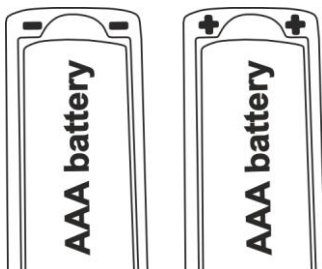

Fig. 6: Inserción pilas
2. Retire las pilas descargadas, inserte otras del mismo tipo (ver § 6.2) respetando las polaridades indicadas (ver Fig. 6), reinserte el conjunto de pilas y atornille la tapa del hueco de las pilas